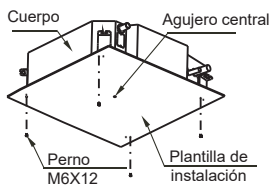

Fig. 5-8
2. Después de instalar el cuerpo, asegure la plantilla de instalación en el acondicionador con pernos (M6X12), para determinar con la debida antelación los tamaños y las posiciones del agujero que se deberá practicar en el techo (véase la fig. 5-8).